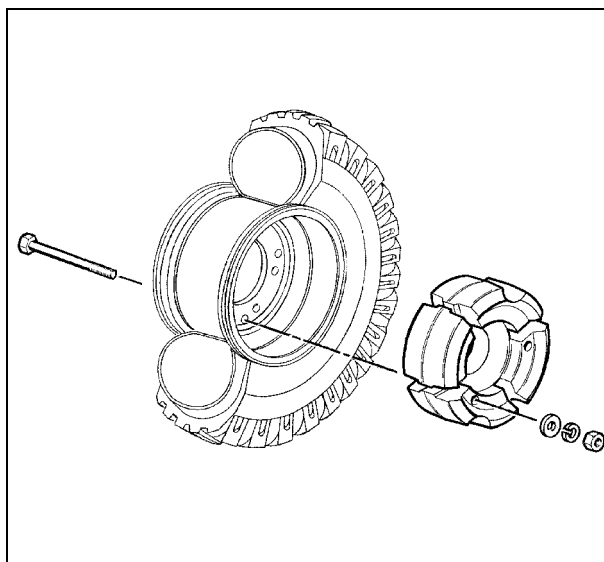
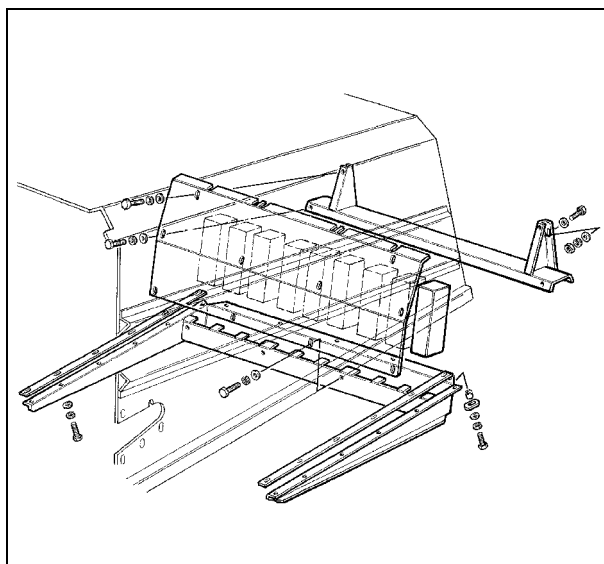

Рис. 16
Рис. 18
Масса балластных грузов - Рис. 16 – Рис. 18
- Балластные грузы на задние шины (Рис. 16). Балласт круглого типа, прикрепляемый к дискам с желобом; диски могут быть отдельными или двойными.
- Балластные грузы на кожухе клавишного соломотряса (Рис. 18), для машин без соломорезки. Это корпусный балласт, который должен устанавливаться внутри соответствующей опоры.